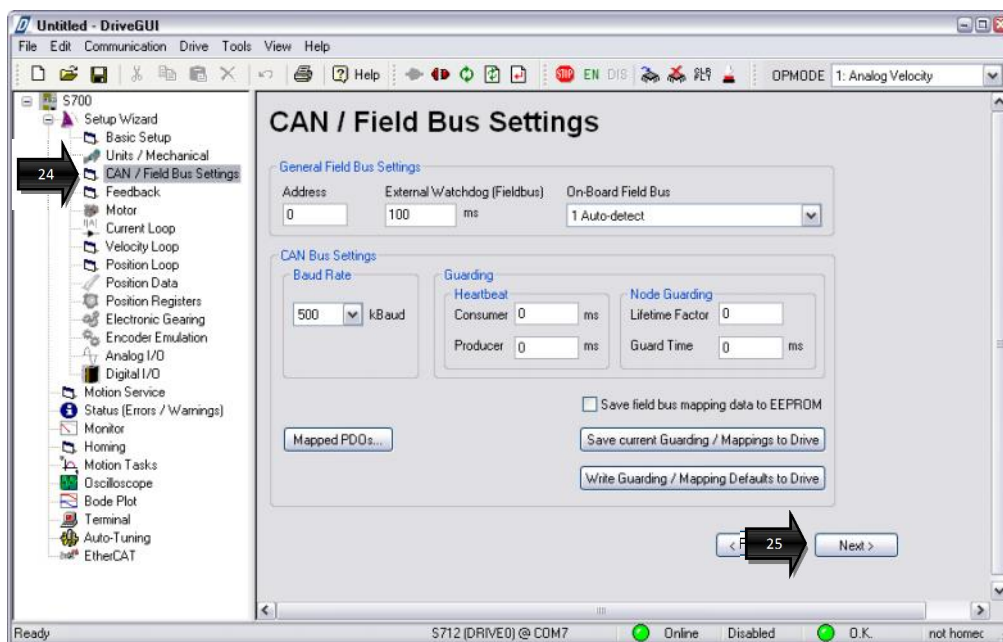

Рисунок 14 – Окно «CAN/Field Bus Settings»
5.4 Окно «CAN/Field Bus Settings» ²⁴ (рис. 14), отвечающее за настройки параметров промышленной шины, следует пропустить по кнопке Next > ²⁵, т.к. в данном применении управление сервоусилителем по цифровой сети не рассматривается.